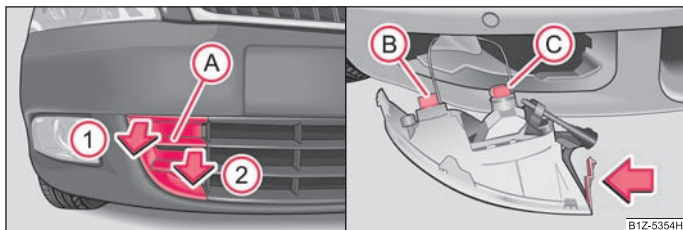

Fig. 197 Bara de protecție față: Grilaj de protecție/demontarea proiectoarelor de ceaă
Fișa (B) - Becul luminii de zi ⇒ fig. 197. Fișa (C) - Becul proiecteurului de ceaă.
- Introduceți degetul în orificiul (A) ⇒ fig. 197.
- Trăgând în sensul indicat de săgeată (1) eliberați capatul mai întâi în partea de sus, în partea proiecteurului de ceaă.
- Apoi eliberați capatul în sensul indicat de săgeata (2) și pe partea cealaltă și scoateți-l.
- Introduceți mâna în deschizătura în care s-a aflat capatul și apăsați dispozitivul de prindere cu arc ⇒ fig. 197 dreapta.